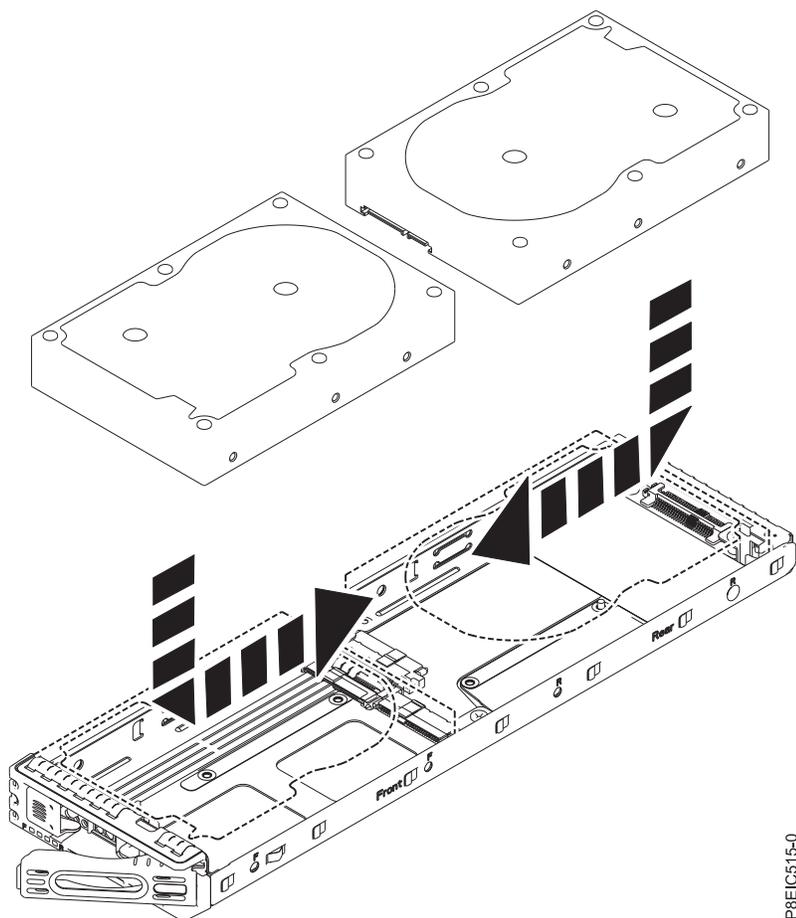

Figura 14. Instalando a unidade de 3,5 polegadas na bandeja
- a. Coloque a unidade na bandeja, em seguida, deslize a unidade para dentro do soquete, conforme mostrado em Figura 14.